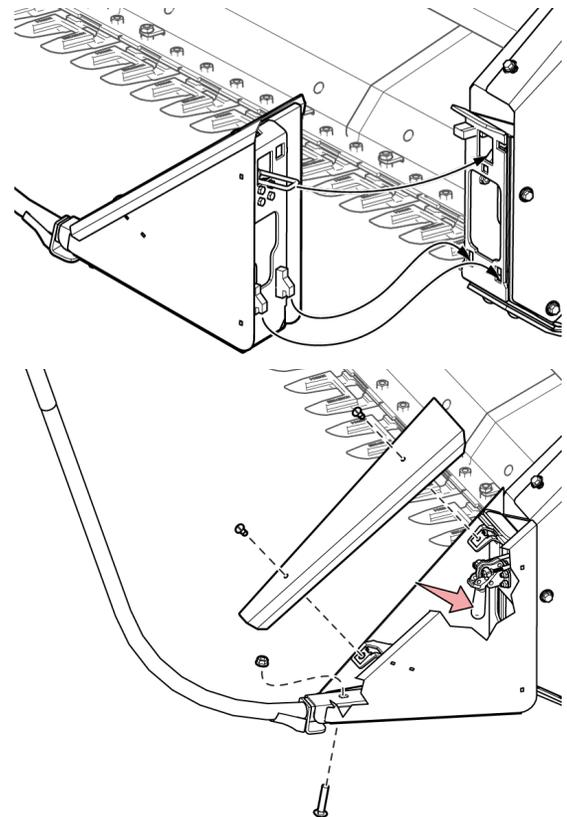

Fig. 41 - Instale el separador de cultivos
Asegúrese de que los separadores de cultivos están correctamente instalados y libres de acumulación de material. (Consulte Fig. 41 en la página 33)
- Asegúrese de que los separadores de cultivos están correctamente instalados y libres de acumulación de material. (Consulte Fig. 41 en la página 33)